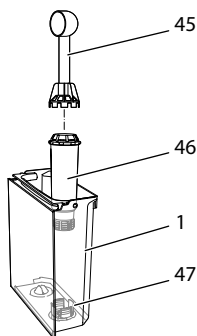

Fig. 25: Vissage/dé vissage du filtre à eau
- Retirer le filtre à eau quand l'appareil y invite. (voir Fig. 25 *Vissage/dévisage du filtre à eau* à la page 148).